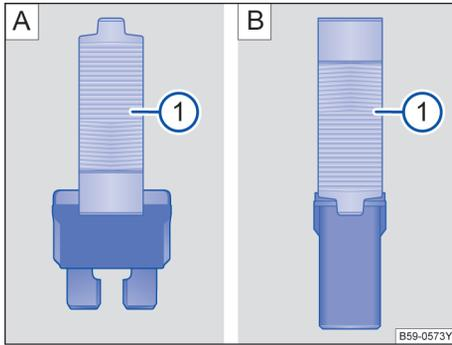

图 195 用塑料夹钳拔出或插入保险丝：[A] 扁平插入式保险丝；[B] 方块型保险丝
- 必要时将塑料夹钳 → 图 195 ① 从相应保险丝盒的盖板中取出。
- 根据保险丝型号，将塑料夹钳的合适夹嘴 → 图 195 [A] ① 或 → 图 195 [B] ① 从侧面推到保险丝上。
- 如果保险丝已烧断，用一个具有相同电流强度（相同颜色和相同印刷文字）和相同尺寸的新保险丝更换 → ①。